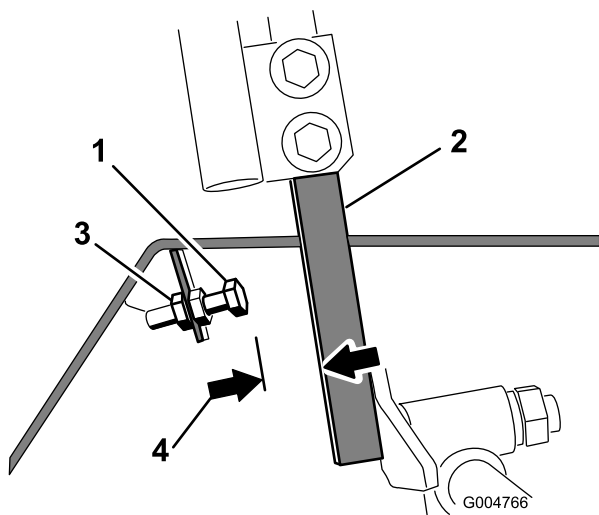

Figura 63
4. Allentate il controdado sul bullone di fermo di una delle leve di controllo (Figura 63).